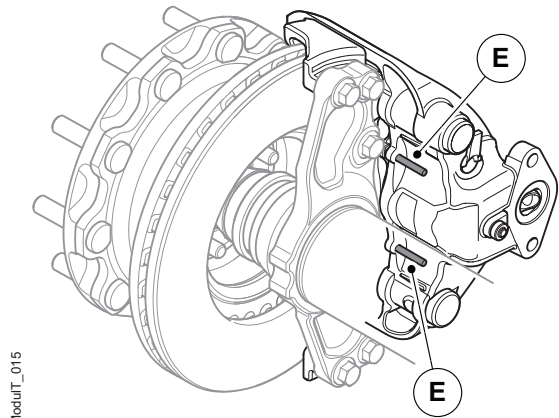

Figura 21. Los dos pasadores guía de la placa de empuje
3. Compruebe que los dos pasadores guía de la placa de empuje (E) estén en su posición correcta, véase la figura 21.